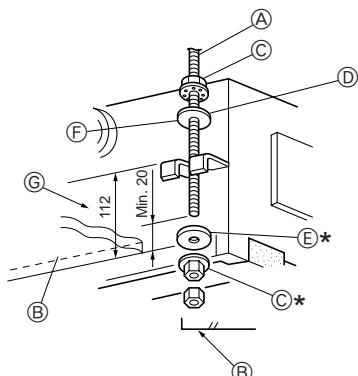

Fig. 2-7
1. Заранее насадите шайбы ① ② (входят в комплект) и соответствующие гайки (приобретаются на месте) на подвесной болт. (Fig. 2-7)